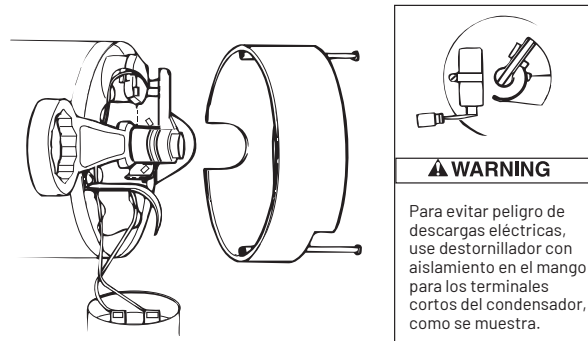

FIGURA 13 - SOSTENER EL EJE
4. Si se debe reemplazar el impulsor, afloje dos tornillos de la máquina y quite la cubierta del motor (figura 13).
5. **⚠ WARNING EL VOLTAJE DEL CONDENSADOR PUEDE SER PELIGROSO.** Para descargar el condensador, sostenga el destornillador **POR EL MANGO** con aislamiento y los terminales cortos del condensador juntos (figura 13). No toque el vástago de metal del destornillador ni los terminales del condensador. En caso de dudas, consulte con un electricista calificado.